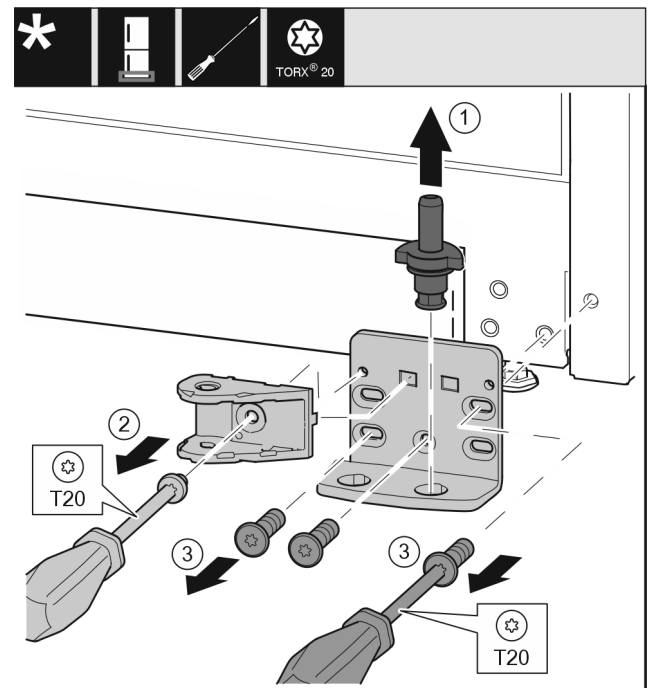

Fig. 34
- ▶ Lagerbolzen komplett nach oben herausziehen. Fig. 34 (1)
- ▶ Schraube mit Schraubendreher T20 herausdrehen und Schließdämpferverbindung abnehmen. Fig. 34 (2)
- ▶ Schrauben mit Schraubendreher T20 herausdrehen und Lagerbock abnehmen. Fig. 34 (3)